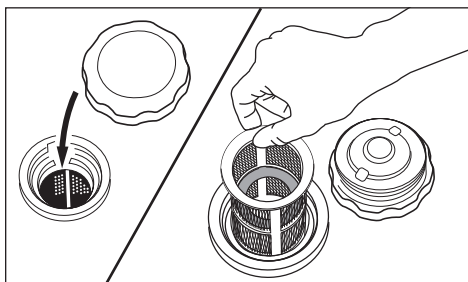

Рис. 19
1. Снимите пластмассовый фильтр, расположенный под крышкой горловины топливного бака (рис. 19).